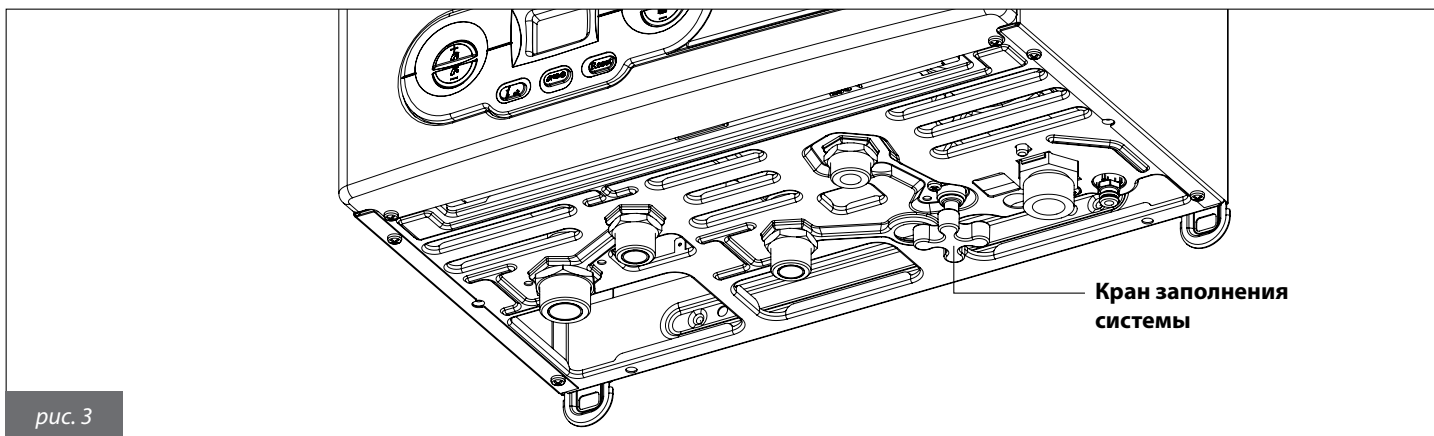

рис. 3
- открутить кран заполнения системы (рис. 3) вращением против часовой стрелки с целью поступления воды в систему;